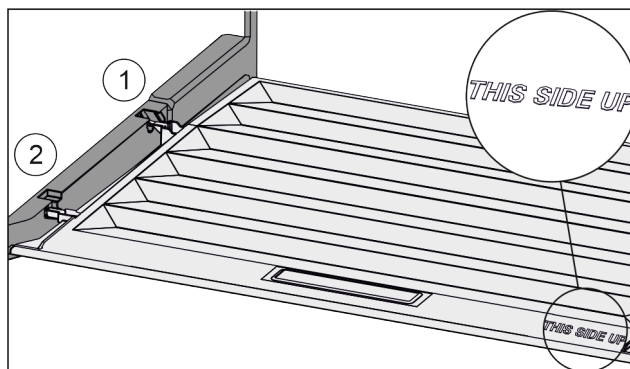

Fig. 49
- ▶ Пъхнете шийките на капака през отвора в задния държач Fig. 49 (1) и фиксирайте отпред в държача Fig. 49 (2).